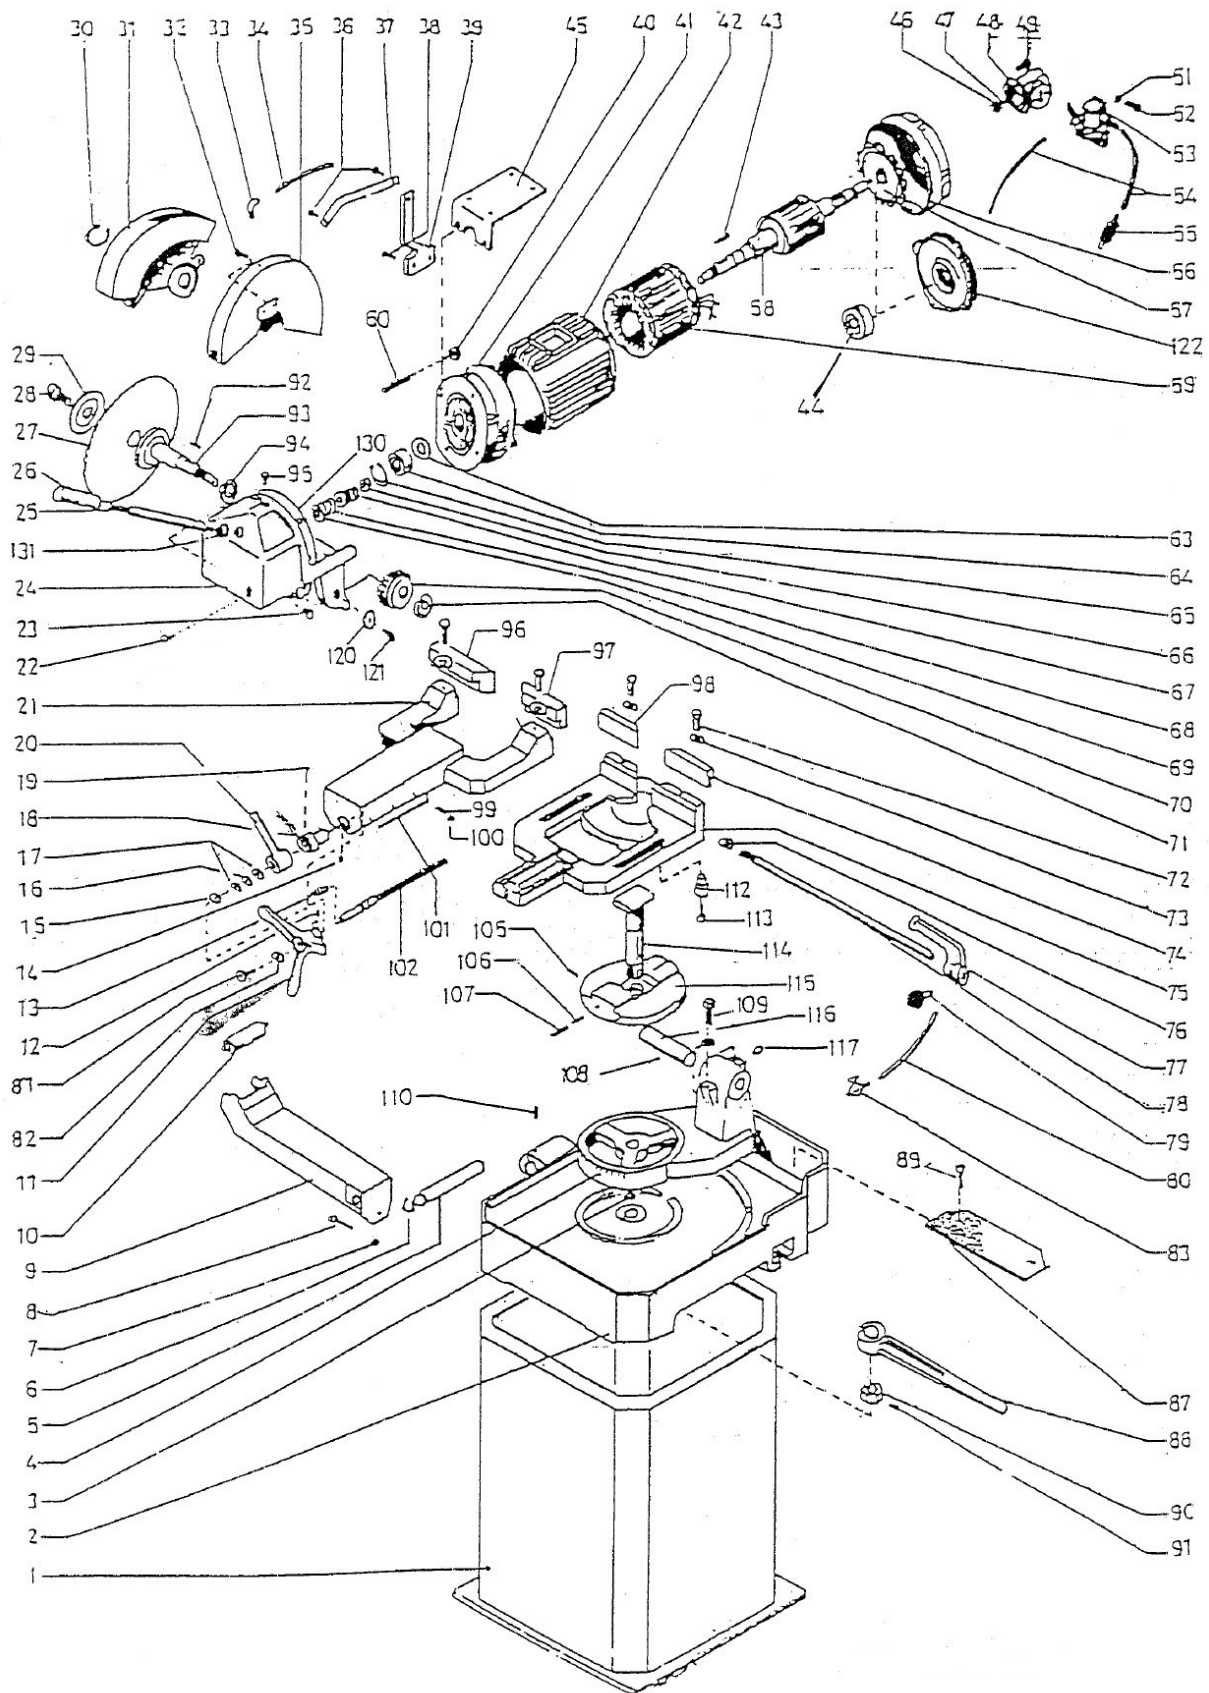

Abb. 22: Ersatzteilzeichnung 1 - MKS 315 N
Schritt 1: Kühlmittel ablassen, dazu den Absperrhahn [Abb. 22, 83] öffnen und das Kühlmittel in einen Auffangbehälter ausfließen lassen.
Schritt 2: Die Schrauben [Abb. 22, 89] lösen und die Abdeckung [Abb. 22, 87] abnehmen.
Schritt 1: Feststellhebel [Abb. 22, 88] lösen und den Drehtisch auf Leichtgängigkeit prüfen. Bei Bedarf kann das Spiel durch Lösen der Feststellschraube [Abb. 22, 91] und Nachstellen der Einstellmutter [Abb. 22, 90] justiert werden.
Schritt 2: Feststellschraube [Abb. 22, 91] festziehen und den Drehtisch mit dem Feststellhebel arretieren.